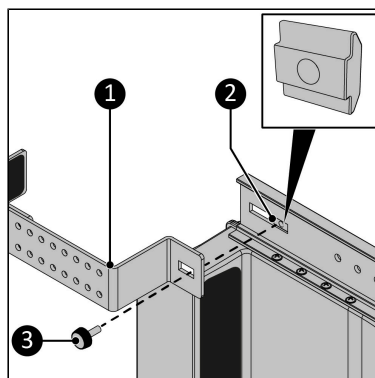

Figura 62.
7. Înșurubați suportul (Figura 62, nt. 1) la șina principală în poziția frontală folosind șurubul cu buton (Figura 62, nt. 3). Asigurați-vă că ați conectat șurubul butonului la piulița glisantă (Figura 62, nt. 2).